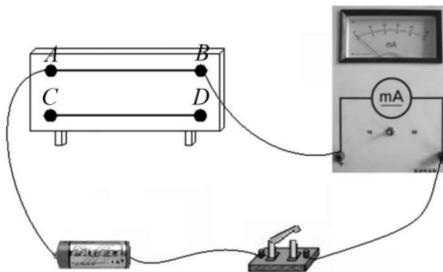

图 1-9 观察导体中的电流
(1) 电阻在自然界中无处不存在，不仅金属导体有电阻，其他物体也有电阻。(2)一般金属导体的电阻随温度的升高而增大。(3)在电阻定律中各物理量的单位： $R$ —欧姆( $\Omega$ )； $l$ —米(m)； $S$ —平方米( $m^2$ )；所以得出  $\rho$  的单位是欧米( $\Omega \cdot m$ )。(4)电阻率的大小反映材料导电性能的好坏，电阻率愈大，导电性能愈差。一般认为：
①导体的电阻率  $\rho < 10^{-6} \Omega \cdot m$ ；②绝缘体的电阻率  $\rho > 10^7 \Omega \cdot m$ ；③半导体的电阻率  $10^{-6} \Omega \cdot m < \rho < 10^7 \Omega \cdot m$ 。
**【例 2】** 如图 1-9 所示，将长度为 0.5 m，横截面积为  $1 mm^2$  的锰铜线 AB 接入电路，闭合开关，观察电流表的示数；用同样长度和横截面积的镍铬合金线 CD 代替 AB，再接通电源，观察电流表的示数，并记录下来。请问两次电流大小是否相等？